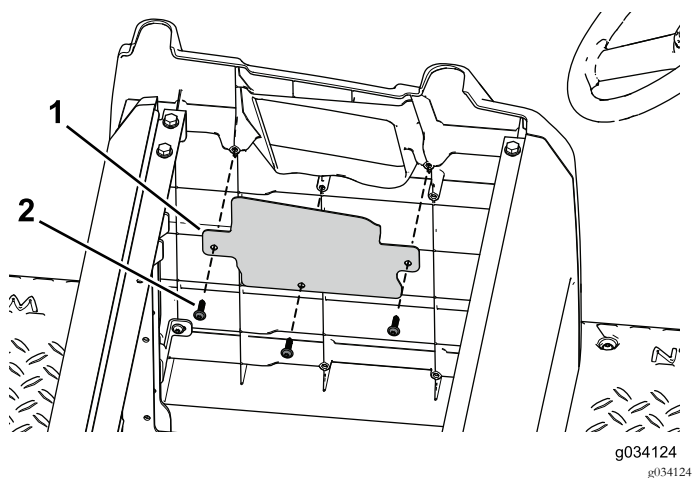

図 96
6. オープニングカバーをサイドプレートに固定するタッピングねじ3本を使う 図 96。